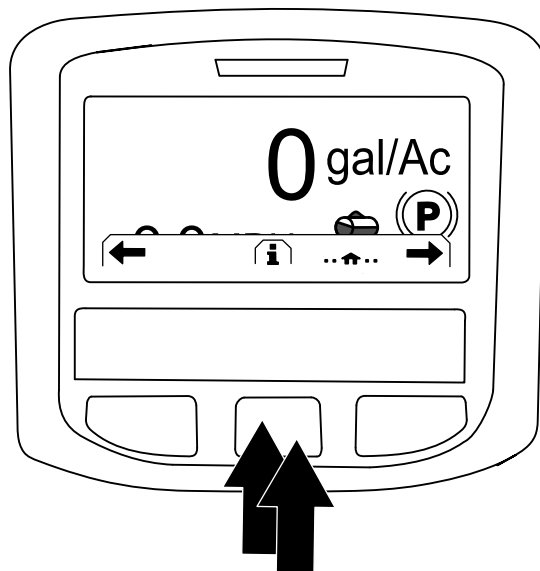

Figura 227
2. Nella schermata Home, premete il pulsante centrale sull'InfoCenter per accedere alla schermata di navigazione (Figura 227).
3. Premete il pulsante centrale sull'InfoCenter per accedere al menu principale (Figura 227).